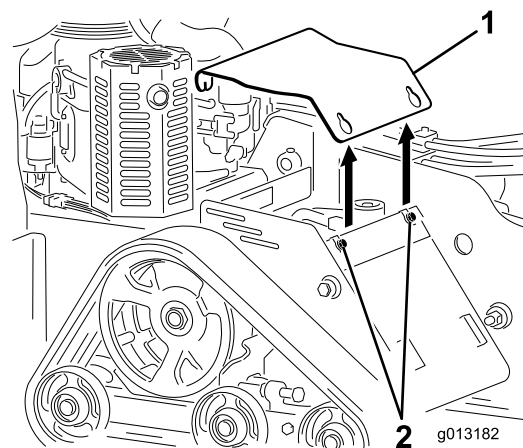

Figura 23
4. Allentate uno dopo l'altro i 3 bulloni che fissano la piastra di copertura al telaio, fino a liberare completamente il coperchio (Figura 23).
6. Per montare la piastra di copertura prima di mettere in funzione la macchina, fatela scorrere nella sua sede e fissatela con i 3 bulloni allentati in precedenza (Figura 23).